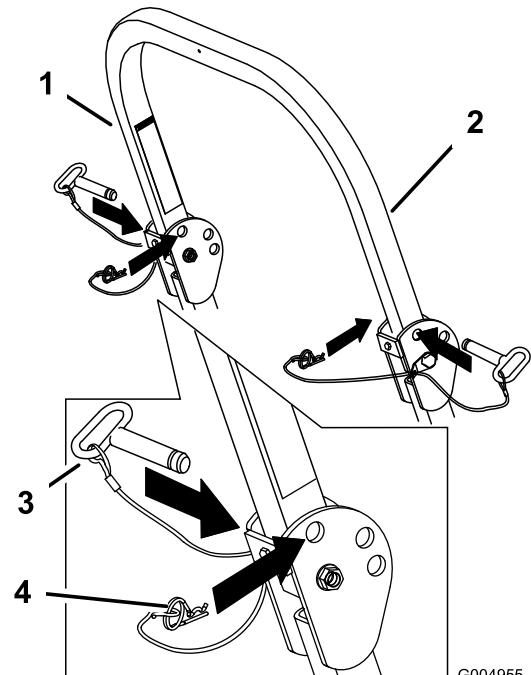

Figure 6
1. Retirez les goupilles fendues puis les deux axes (Figure 6).
3. Posez les deux axes et fixez-les avec les goupilles fendues (Figure 6).
4. Pour relever l'arceau de sécurité, retirez les goupilles fendues puis les deux axes (Figure 6).
5. Relevez complètement l'arceau de sécurité puis insérez les deux axes et fixez ces derniers avec les goupilles fendues (Figure 6).